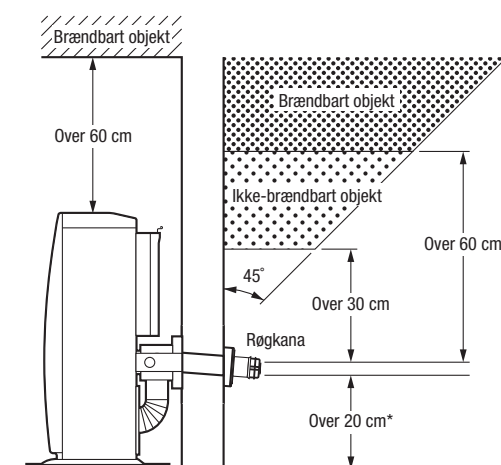

Fig. 2
2. Installer rørør (Se fig. 2 og 3, side 144). Bemærk, at mængden og temperaturen af den varme udstødningsgas, som udstødningsrøret udleder til udendørs, er minimal og normalt ikke giver problemer.
2. Sørg for, at det udendørs røggasudtømningsområde er fri for alt, der kan blive påvirket af den varme røggas. (Se fig. 2 og fig. 3.) Røgkanal (som i fig. 2), er til vægtykkelse fra 130 mm til 320 mm.